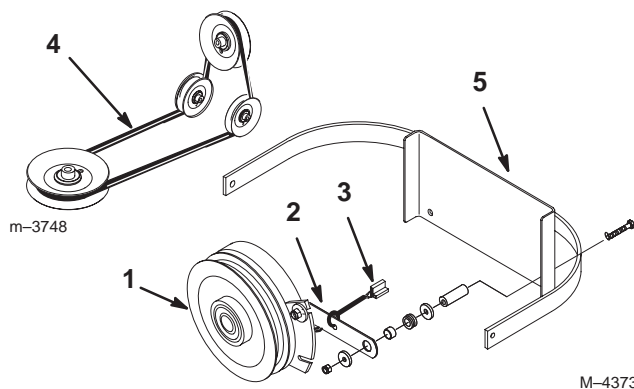

Figure 67
2. Retirez la barrette de retenue de l'embrayage du bâti de la machine et débranchez la borne de l'embrayage du faisceau de câblage (Fig. 67).
7. Posez la barrette de retenue de l'embrayage et branchez la borne de l'embrayage au faisceau de câblage (Fig. 67).